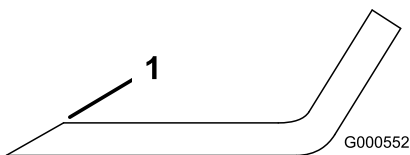

Figura 58
- Utilice una lima para afilar el filo de corte en ambos extremos de la cuchilla (Figura 58).
Nota: Si la cuchilla no está equilibrada, rebaje algo el metal en la parte de la vela solamente con una lima (Figura 58).